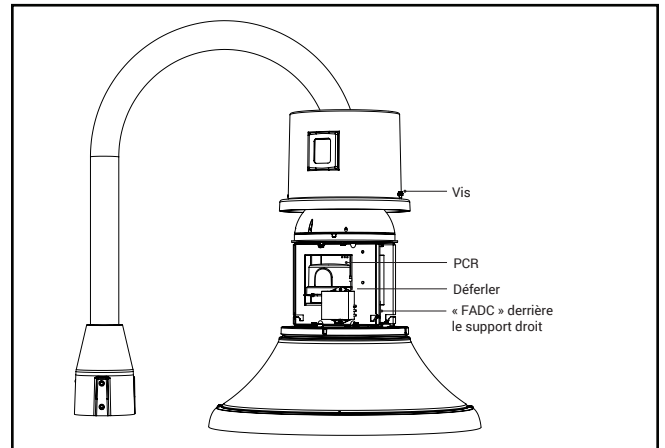

Figure 6.
9. Serrez les vis de réglage (4) autour du couvercle rotatif. Serrez les vis de réglage en suivant un motif d'étoile pour vous assurer que le luminaire est bien en place. Serrez toutes les vis au couple de 1,7 Nm (15 po-lb). Ne serrez pas trop les vis de réglage.
10. Uniquement pour luminaire HTN (grand luminaire). Le couvercle de service soulevable se retire en desserrant les deux vis imperdables à tête hexagonale de 6,35 mm (1/4 po) (Figure 6).